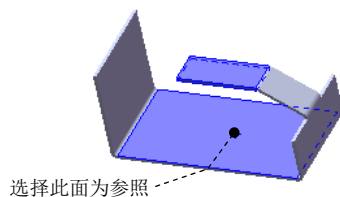

图 7.2.14 与面平行
- ☒ **与面平行(R)**：创建后的边线-法兰与选择的面平行，如图 7.2.14 所示。